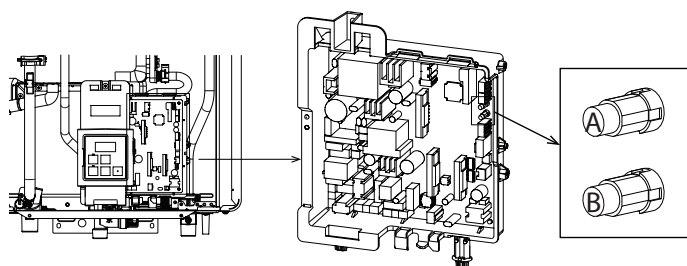

Fig. 1
3. Premere il pulsante 'A' per 1 secondo (Fig. 1).